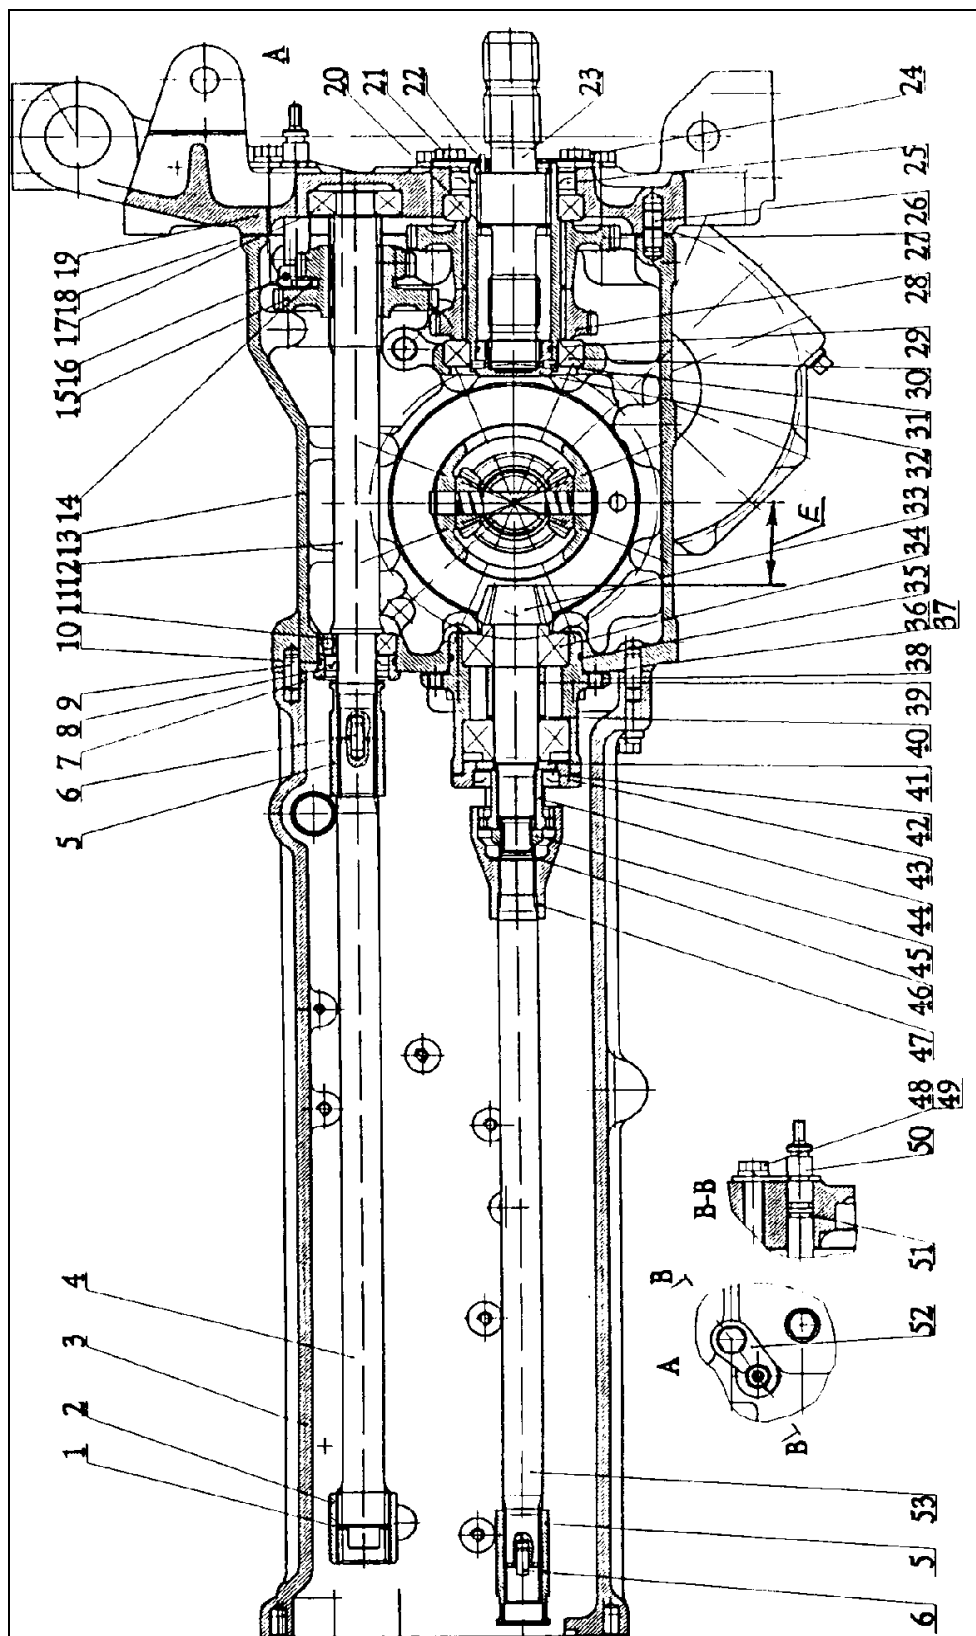
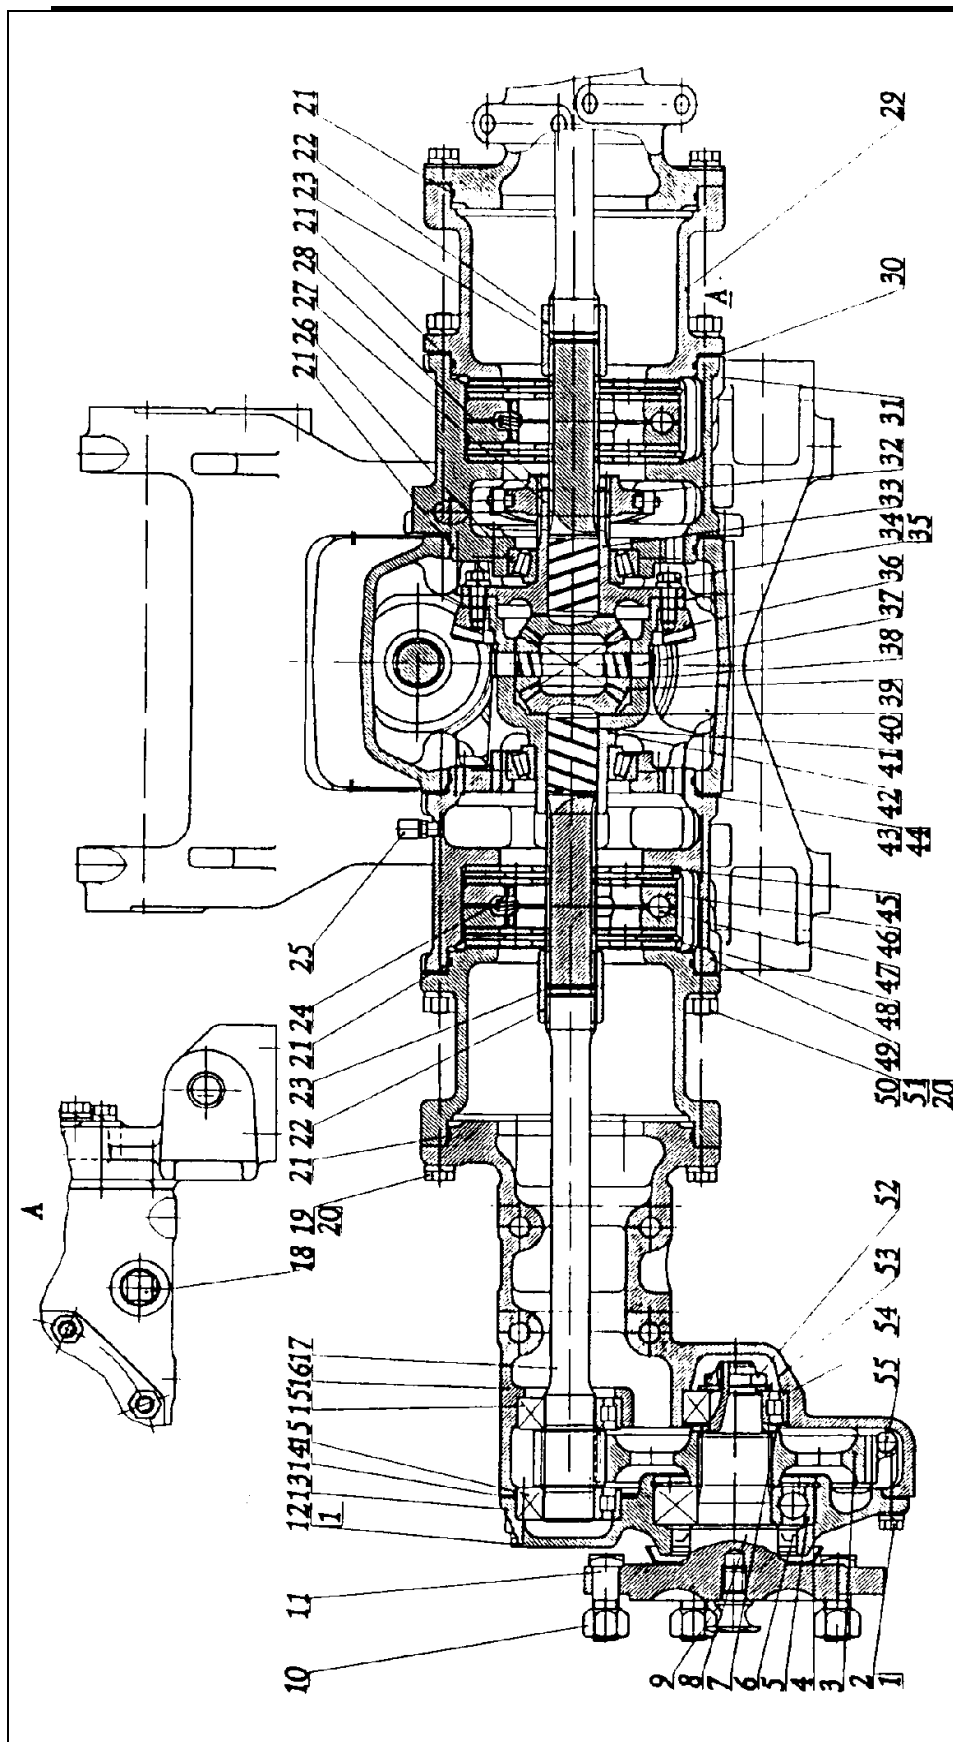

Рис. F-23 Задний мост- продольный разрез
Рис. F-24 Задний мост-поперечный разрез (описание)
9. ЗАДНИЙ МОСТ (рис. F-23, F-24)
Передаёт крутящий момент от коробки передач на дифференциальный механизм заднего моста. Состоит из втулки 5 (рис. F-23), вала 53, зубчатой муфты 47, зубчатой втулки 44, ведущего вала 33, расположенного в конусных подшипниках 34 и тарельчатого колеса 36 (рис. F-24), прикрепленного винтами 34 к корпусу дифференциального механизма.
Боковой зазор между зубцами в главной передаче должен составлять 0,08...0,22 мм, однако поверхность стыка зубцов не должна быть меньше, чем 50%. След стыка зубцов должен находиться в центральной части зубца или ближе верхней части конуса. Регулировка зазора заключается в перенесении части шайб 33,34 (рис. F-24) из под фланца корпуса левого тормоза 31 под фланец корпуса 49 правого тормоза без изменения общего количества шайб.